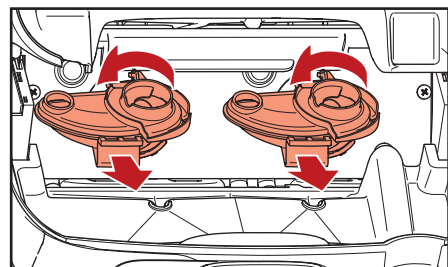

Fig. 5.10- Enlevez les bols de mélange
- b. Faites tourner les bols de mélange dans le sens inverse des aiguilles d'une montre pour les libérer et tirez pour les retirer (fig. 5.10).